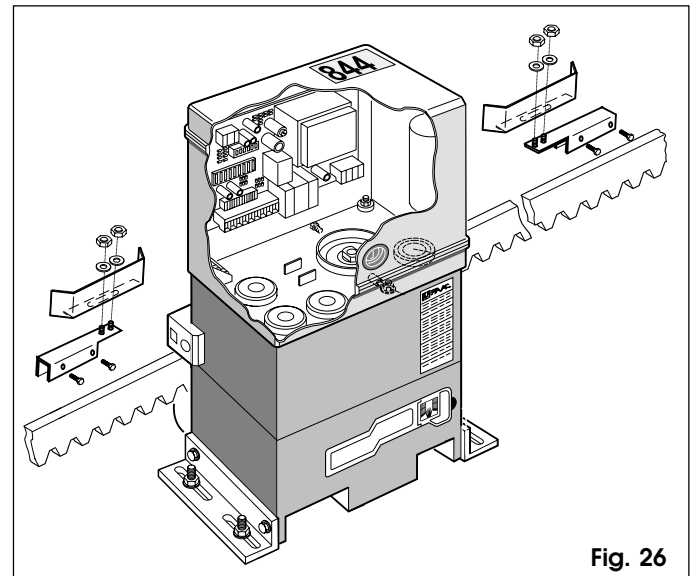

Fig. 26
- 1) Ensamblen los fines de carrera centrando la chapa respecto a los pernos roscados del soporte (Fig.26).